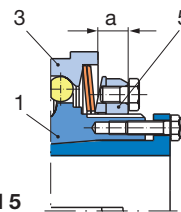

Bild 5
EAS®-compact® Durchrast- und Synchronkupplung (Größe 01 – 3): Maß „a“ ist der Abstand von Einstellmutter-Stirnseite (5) bis Druckscheibe-Stirnseite (3) (Bild 5).